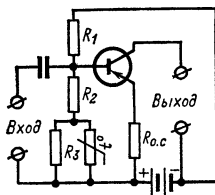

Рис. 67. Компенсация влияния температуры с помощью терморезистора, управляющего потенциалом базы.
**Л.** — Очень просто. Я включаю его в делитель напряжения, подающий смещение на базу (рис. 67). Верхнее плечо делителя образует обычный резистор  $R_1$ . Другое плечо состоит из терморезистора, зашунтированного резистором  $R_3$  и включенного последовательно с резистором  $R_2$ . Что же происходит при повышении температуры?